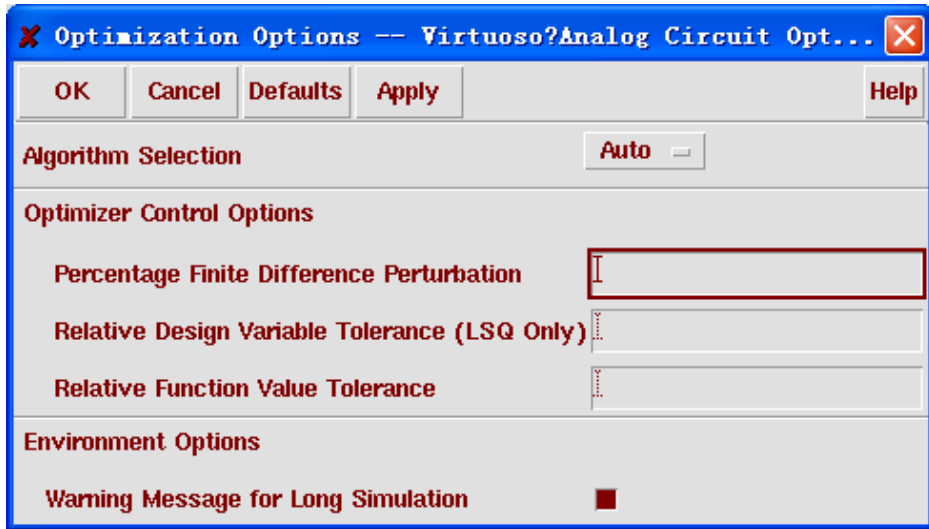

图 11.36 改变优化选项设置
- 1) 选择“Session”→“Options”，然后“Optimization Option”窗口弹出，如图 11.36 所示。